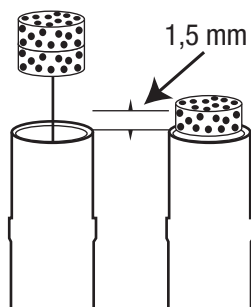

Figura 3
4. Lavarsi e asciugarsi le mani, indossare i guanti e inserire un nuovo filtro nel cono d'ancoraggio (vedere la Figura 3).